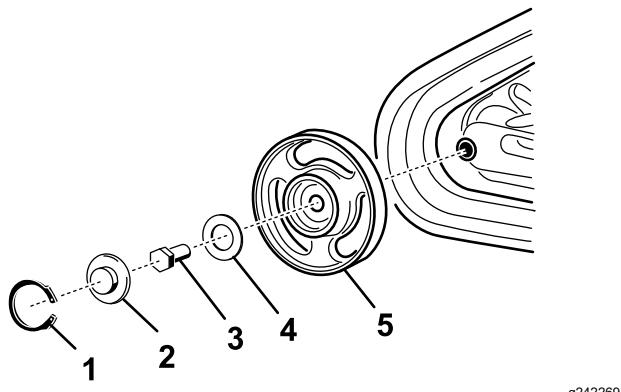

Figura 51
**Nota:** Puede ser necesario retirar la rueda de rodaje delantera exterior. Para retirarla, retire la anilla a presión y el tapón del centro de la rueda de rodaje (Figura 51). A continuación, retire el perno y la junta del centro de la rueda y retire la rueda de la máquina.